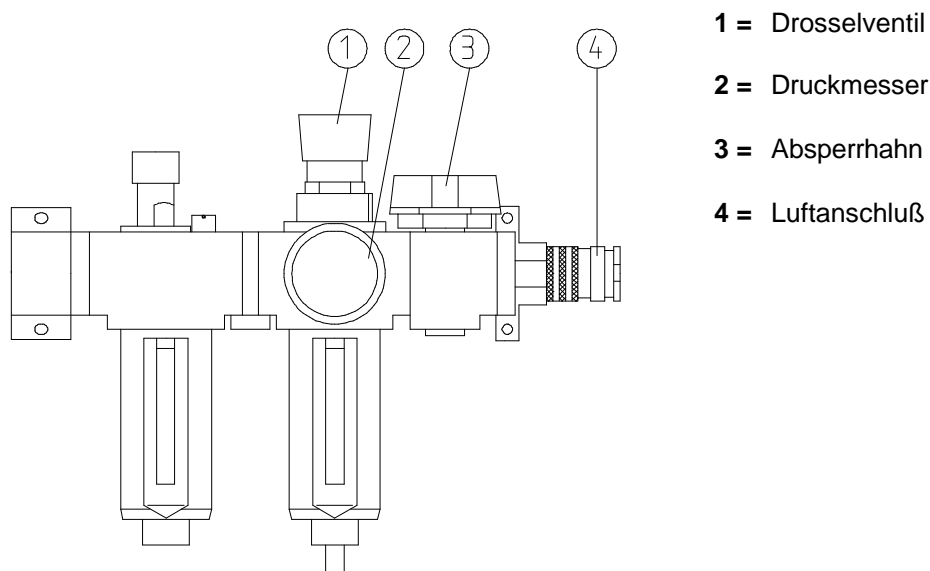

Abbildung 5
- Beim Typ SO-30ex muß die Druckluftleitung an den Luftanschluß der Maschine angeschlossen werden (siehe Abbildung 5, Nummer 4). Achten Sie darauf, daß der Absperrhahn (Nummer 3) in die Verlängerung des Luftstromes gedreht ist. Mit Hilfe des Drosselventils (Nummer 1) können Sie den Druck auf 6,2 bar einstellen. Der eingestellte Druck kann auf dem Druckmesser (Nummer 2) abgelesen werden.